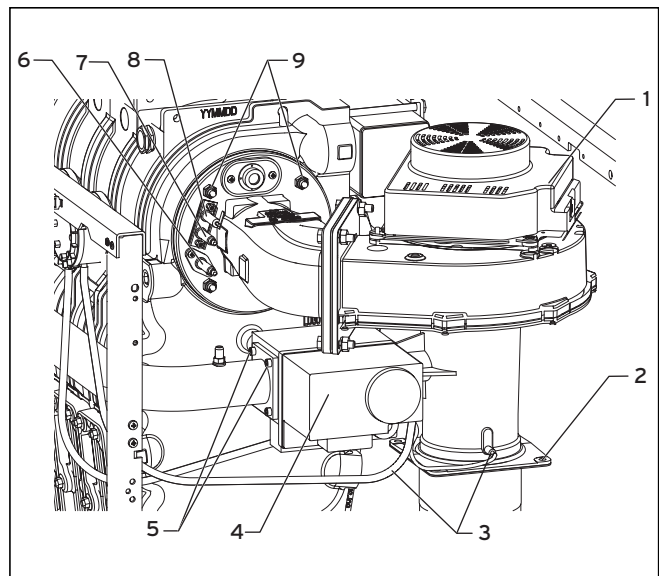

Abb. 8.6 Brenner ausbauen
- Lösen Sie die Anschlüsse an der Gasarmatur (4, Abb. 8.6) und am Gebläse (1, Abb. 8.6).
- Lösen Sie die Erdungsleitung (8, Abb. 8.6).
- Lösen Sie den Stecker an der Zündelektrode (7, Abb. 8.6) und an der Ionisations-/Überwachungselektrode (6, Abb. 8.6).
- Lösen Sie die Steuerschläuche (3, Abb. 8.6) am Gasventil und an der Venturi.
- Lösen Sie die vier Schrauben zwischen Venturi und Zuluftschalldämpfer bzw. HT-Rohr (2, Abb. 8.6).
- Lösen Sie die vier Schrauben M5 (5, Abb. 8.6) am Gasrohr (Gasfilter)/ Gasarmatur.
- Lösen Sie die vier Muttern M8 (9, Abb. 8.6) am Wärmetauscher.